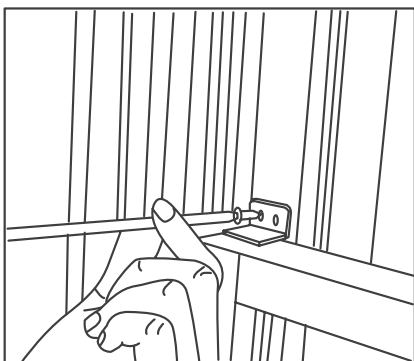

Fig.11
- 6.** Para asegurar la hoja inferior en su lugar, fije la cerradura de hoja en ángulo recto con un tornillo de 3/4" (19 mm) como se muestra (Fig.11).